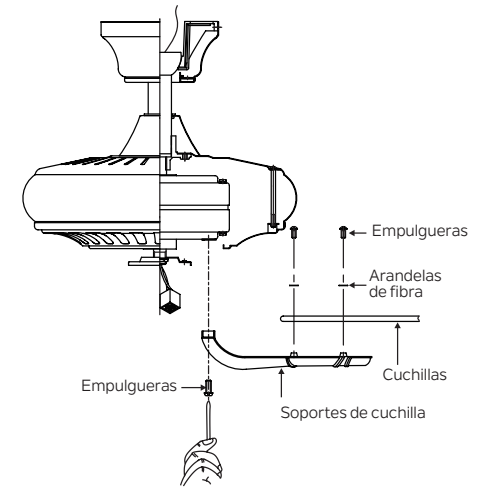

Fig. 15
**Paso 1.** Fije una cuchilla a un soporte de cuchilla con los tornillos y arandelas de fibra provistos. (Fig. 15)
**Paso 2.** Conecte cada conjunto de cuchillas al motor utilizando los tornillos de montaje “preinstalados” en el soporte de la cuchilla. (Fig. 15)